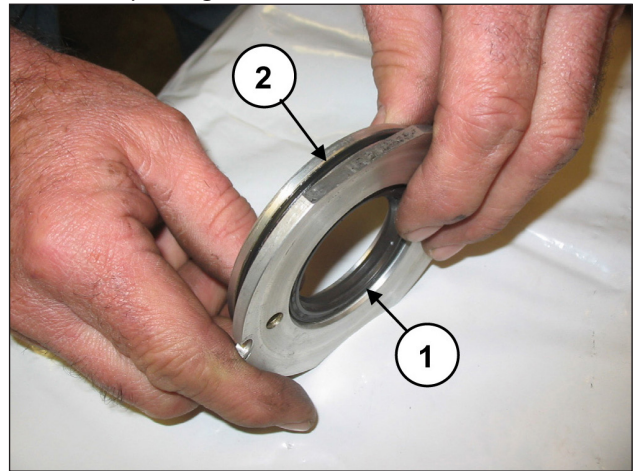

Fig. 120
Remplacer le joint d'huile (rep. ①, Fig. 120) et le joint torique extérieur (rep. ②, Fig. 120).